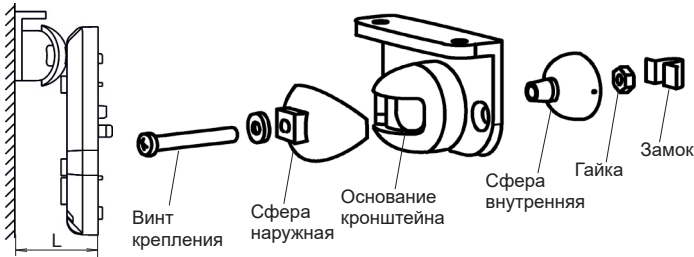

Рисунок 4 – Крепление и сборка кронштейна
1. После закрепления извещателя на кронштейне повернуть корпус извещателя в вертикальной плоскости в соответствии с выбранной высотой установки, отмерив расстояние (L) от стены до края основания при снятой крышке (рисунок 4, таблица 4).